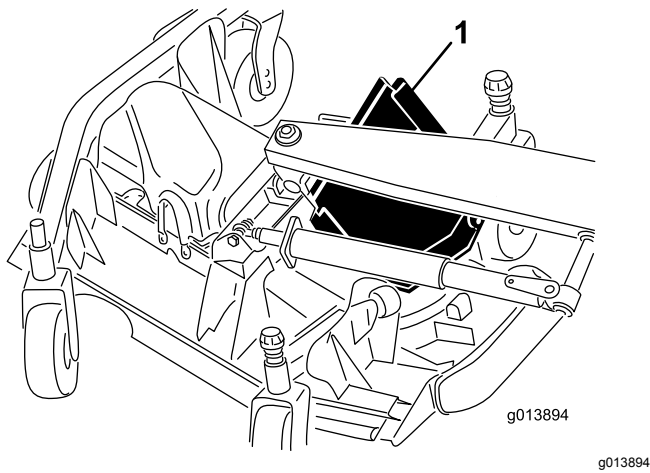

Bild 85
6. Heben Sie die vordere Kante an und führen sie zwischen dem Hubarm und der Rolle, um sie zu entfernen (**Bild 85**).